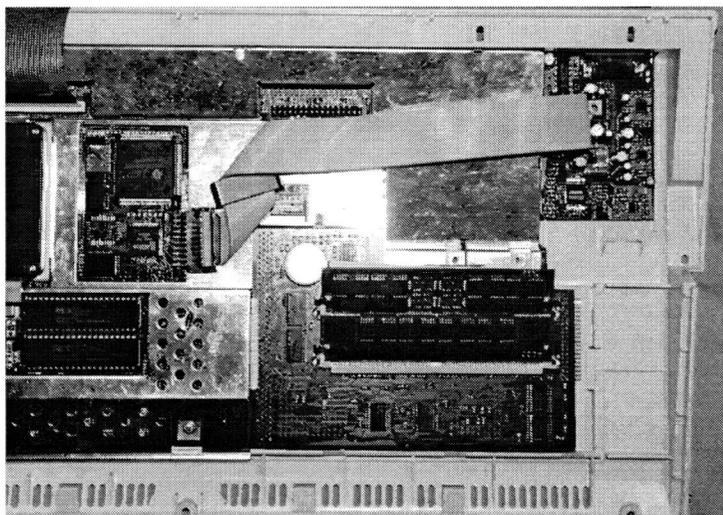

Bild 10
*Die rote Makierung zeigt sowohl beim Analogteil (rechte Platine) als auch beim Digitaleil (linke Platine) der Melody 1200 nach unten (Bild 10).* Natürlich dürfen die Stecker nicht versetzt aufgesteckt werden. Bitte genau darauf achten! Der schwarze Ring, der um das Flachbandkabel verläuft, dient zur Dämpfung hochfrequenter Störungen, die sich am Kabel entlang bewegen würden. Er sollte sich je nach Möglichkeit in der Nähe des Analogteils befinden.